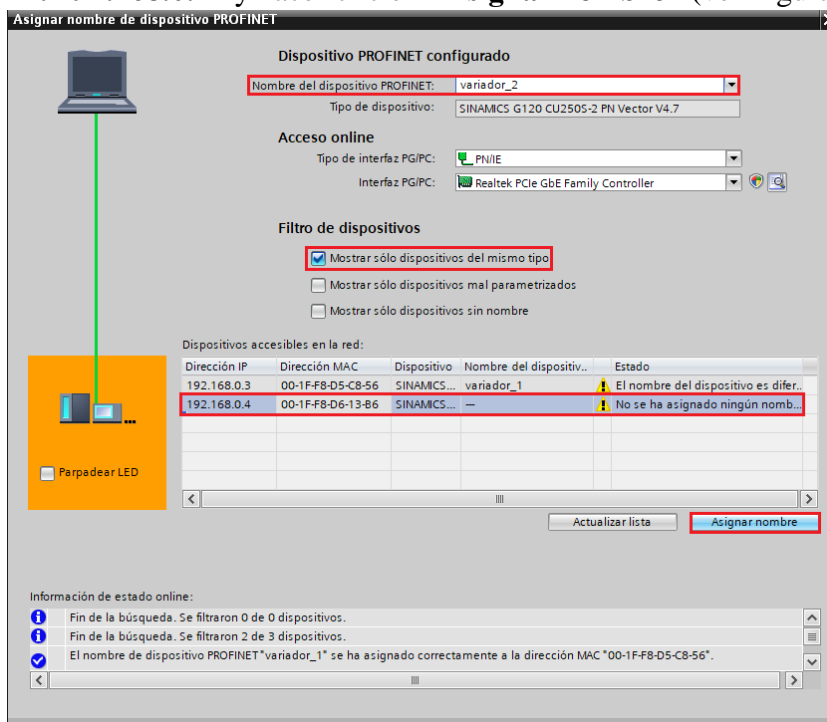

Figura 23. Asignar nombre Variador 2.
- Luego hacemos clic en “**Actualizar lista**” y luego seleccionar el dispositivo encontrado que tenga la “**IP: 192.168.0.4**” y hacer clic en “**Asignar nombre**” (ver Figura 23).